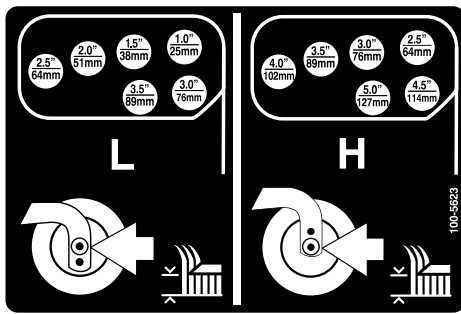

Bild 29
6. Drehen Sie die Spannstaube, um den Gelenkarm anzuheben oder abzusenken, bis die Löcher mit den ausgewählten Löchern in der Schnitthöhenhalterung im Mähwerkrahmen ausgerichtet sind (Bild 28 und Bild 29).